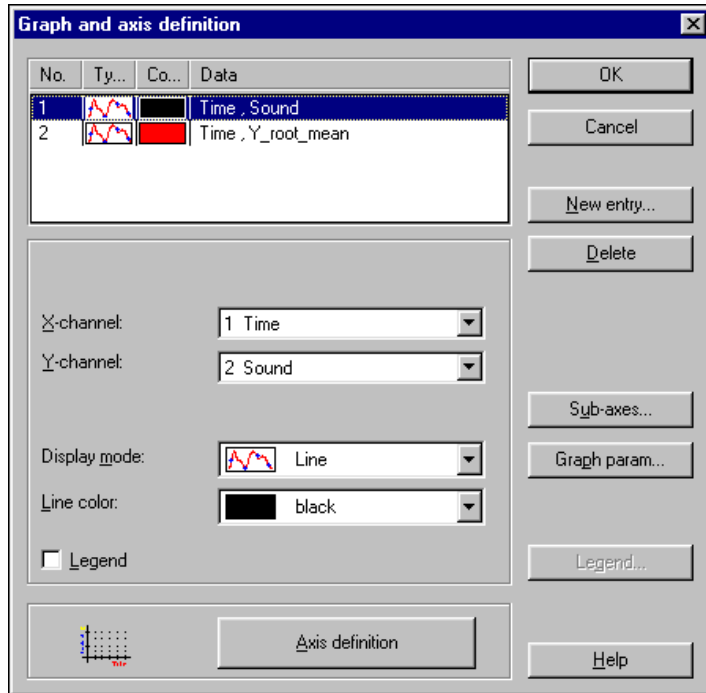

図 6-5 Graph and Axis Definition ダイアログボックス
2. 座標軸系内でダブルクリックします。図 6-5 のダイアログで、**Legend** ボックスにチェックを入れ、**OK** をクリックします。